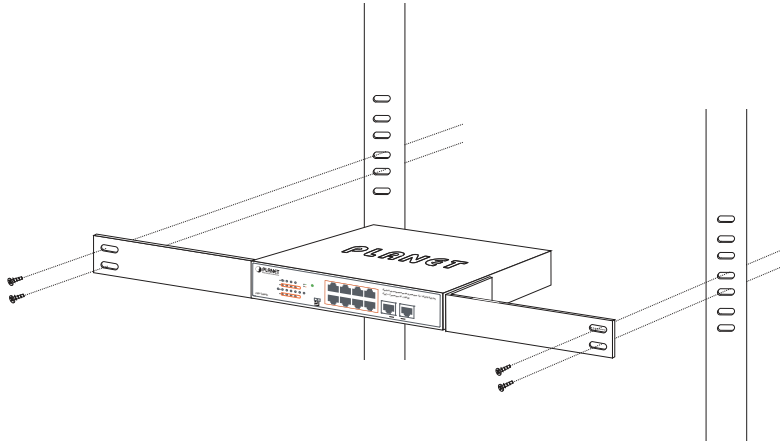

Figura 3-3: Montaje del FSD-1008HP en un bastidor
Paso 5: Después de colocar los soportes en el FSD-1008HP, utilice tornillos adecuados para fije firmemente los soportes al bastidor, como se muestra en la Figura 3-3.